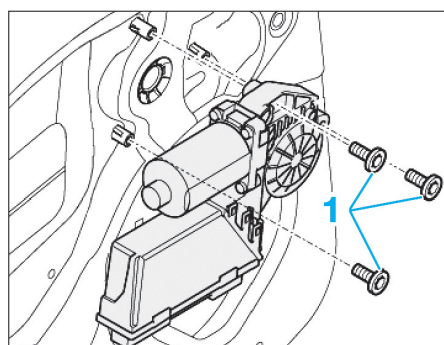

Fig. 48
- Déposer les fixations (1) du moteur de lève-vitre (Fig.48).